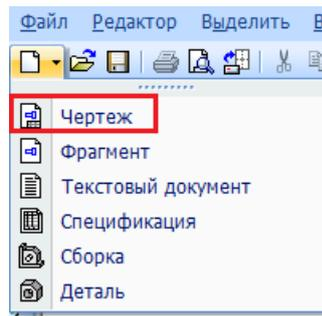

Рисунок 10.
1. Вызовите команду **Файл – Создать - Новые документы – Чертеж** (рисунок 10).